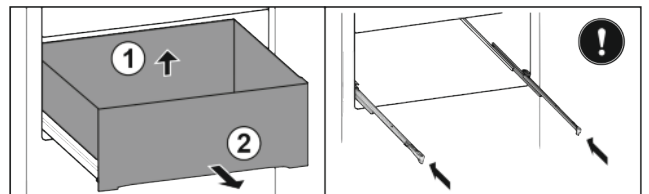

Fig. 27*
- ▶ Поднимите выдвижной ящик сзади Fig. 27 (1).*
- ▶ Извлеките движением вперед Fig. 27 (2).*